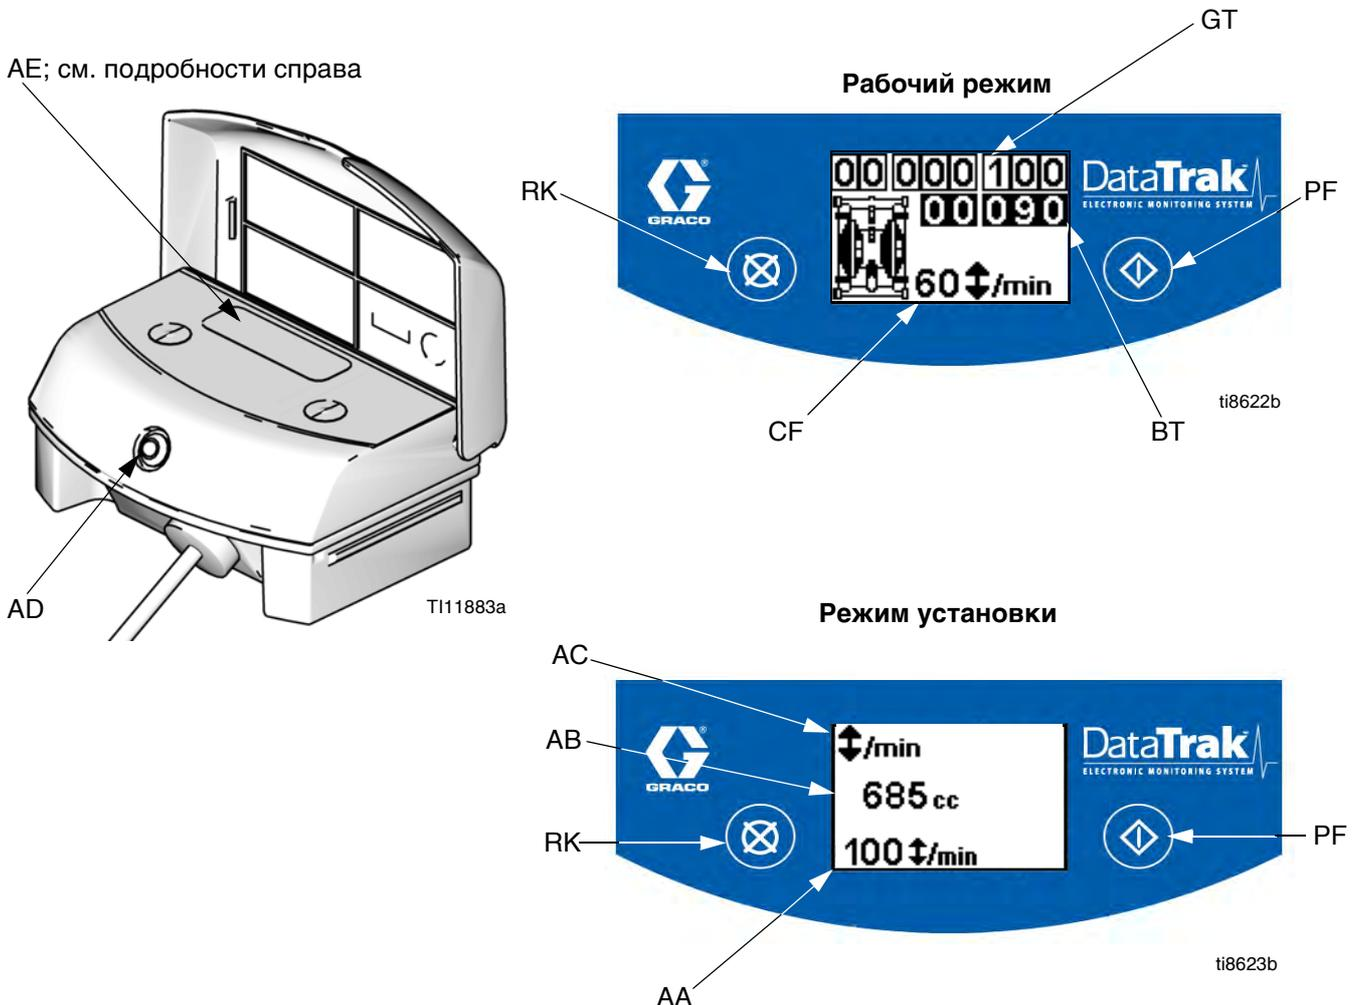

Рис. 1. Органы управления и индикаторы модуля DataTrak
1. См. Рис. 1 Нажмите и удерживайте  в течение 5 секунд, пока не покажется меню Setup (Настройка).
ПРИМЕЧАНИЕ: Для блокировки мониторинга разноса перейдите в режим настройки и установите значение разноса равным 0 (нуль). См. Рис. 1.
1. См. Рис. 1 Для входа в режим заливки/промывки нажмите любую кнопку для включения дисплея, а затем нажмите . На дисплее появится символ заливки/промывки и светодиод начнет мигать
2. Во время режима Заливки/Промывки защита от разгона заблокирована и счетчик-сумматор партий продукции (BT) не будет подсчитывать.
См. Рис. 1 Дисплей (AE) переключится через 1 минуту неактивности в Режиме работы или через 3 минуты в режиме Настройки. Нажмите любую кнопку для включения дисплея.
Модуль DataTrak может диагностировать некоторые проблемы с насосом. Если монитор обнаруживает проблему, то светодиод (AD, Рис. 1) будет мигать и на дисплее появится диагностический код. См. Таблицу 1, стр. 10.